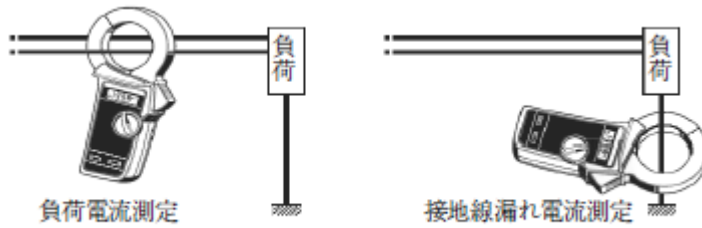
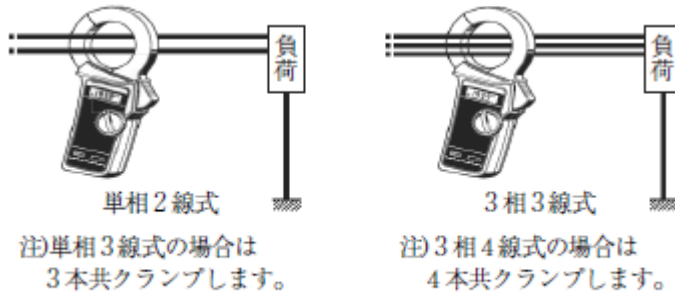

图 3、普通 AC 电流测量
图 4、零相系统的泄漏电流测量
- 频率切换开关 (9) 可选择 50/60Hz 和“WIDE”两种频率范围。如需了解详情，请参考 5-4 频率切换开关的使用方法。
- (1) 将功能/量程开关 (5) 设置在适当位置。请勿输入超过量程规定的最大允许电流值。
- (2) 普通测量时，只须打开钳口扳将钳形传感器夹在一根导线上，如图 3 所示。测量接地泄漏电流或接地线上流过的微小电流时，也可采用此方法 (图 4 所示)。测量时请将导线置于闭合钳形传感器的中央位置。
- (3) 测量超常的泄漏电流时，使用钳形传感器夹住所有除地线外的导线。屏幕上显示测量值。如图 4, 5 所示。